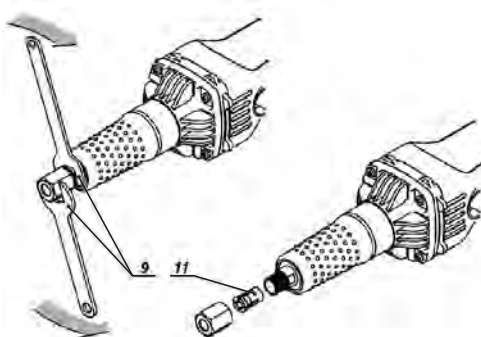

fig.1 – instalação do mandril
1. Enquanto segura o eixo (2) com a chave de boca (9), desaparafuse a porca de fixação (1) com uma outra chave de boca (9);
2. Insira o porta pinça (11) no orifício do eixo (2);
3. Enquanto segura o eixo (2) com o pino (10), aperte a porca trava (1), fig. 1;
1. Mientras asegura el eje (2) con la llave de boca (9), desenrosque la tuerca de fijación (1) con otra llave de boca (9);
2. Inserte el portapinza (11) en el agujero del eje (2);
3. Mientras asegura el eje (2) con el pasador (10), apriete la tuerca traba (1), fig. 1;